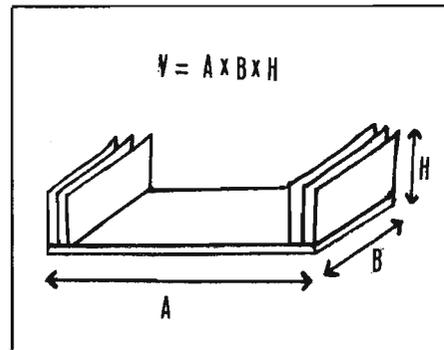

Figura 6 - Esempio di calcolo del volume di dissipazione utile d'un dissipatore di calore.
2) Dal valore caratteristico del dissipatore dobbiamo ora risalire alle sue dimensioni geometriche. Per far questo, è necessario ricorrere al grafico riportato in figura 5, cercando sulle ascisse la resistenza termica ottenuta e leggendo sulle ordinate il valore corrispondente alla retta di potenza più vicina, nel nostro caso 10 W. Nel nostro esempio, otterremo da  $R_{sa} = 1,8^\circ\text{C/W}$   $200 \text{ cm}^3$ . Questo significa che il nostro dissipatore deve avere un valore di volume utile  $V$  (vedi figura 6) minimo di  $200 \text{ cm}^3$ . E' bene cautelarsi da possibili deviazioni di caratteristiche del triac aggiungendo un 10% al valore trovato, per cui  $V = 220 \text{ cm}^3$ .